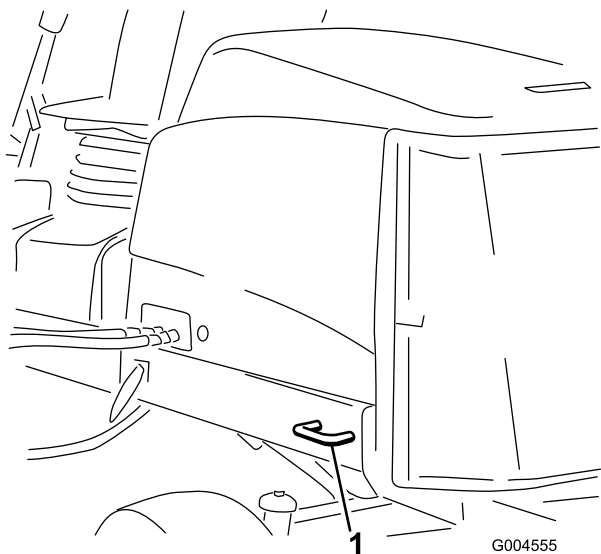

Рисунок 38
• В задней части используйте каждую сторону машины на задней раме (Рисунок 38).